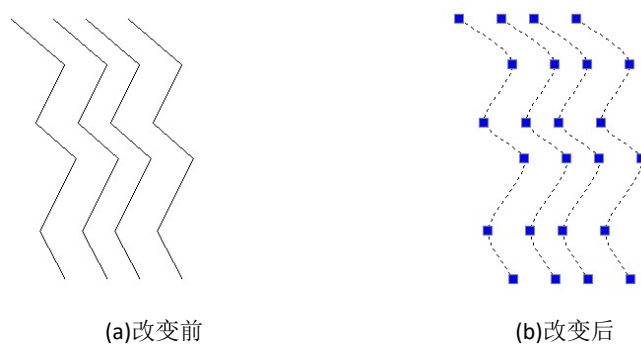

图 6-8 多线变样条曲线
- 3、若要把多线变成圆滑的样条曲线，可在命令行输入“S”回车，系统自动把多线变成样条曲线，如图 6-8 所示。